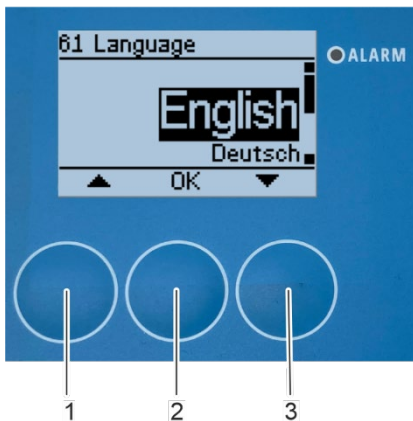

Abbildung 109: Sprachauswahl
⇒ Das Untermenü "Datum und Uhrzeit einstellen" wird angezeigt (Abbildung 109).
3. Stellen Sie den Tag des Monats mit den Pfeiltasten [nach oben] (Abbildung 109/3) und [nach unten] (Abbildung 109/1) ein.
4. Bestätigen Sie die Auswahl mit [OK] (Abbildung 109/2).